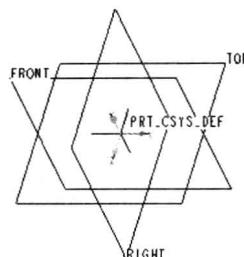

图 1-11 新建后的工作环境
单击图 1-10 中⑨处的“确定”按钮，即可得到一个零件的创建环境，如图 1-11 所示。